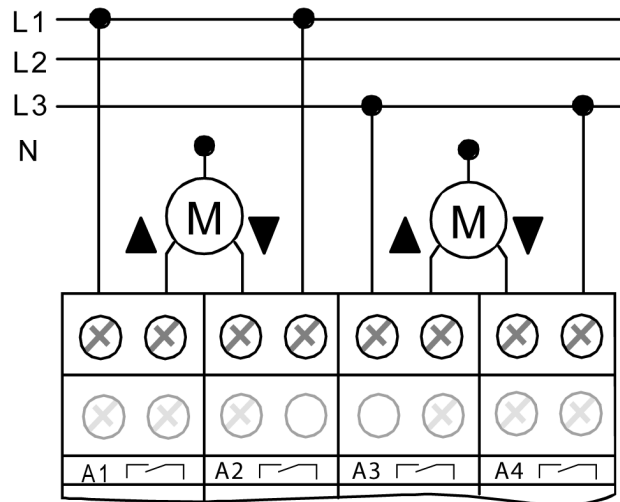

Figure 5: Raccordement électrique pour les moteurs d'entraînement 230 V en mode Store
- Raccorder les moteurs d'entraînement selon (figure 5) (exemple de raccordement).